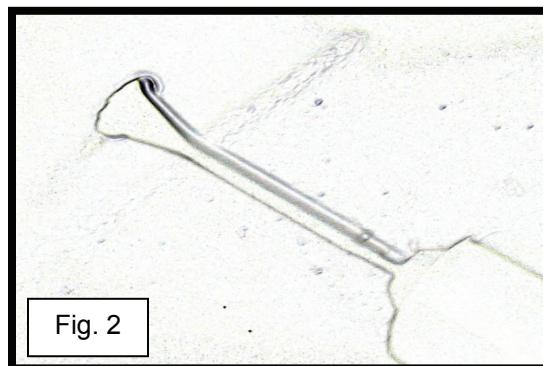

Fig. 2
- 2) Placera borrspetsen på borrpunkten och borra ett hål för gummigenomföringen (se fig. 2). Upprepa detta på den andra uppsamlingsplattformen som ska sammanfogas. **OBS:** Den andra uppsamlingsplattformen har en motsvarande borrpunkt mitt emot det som du borrat.